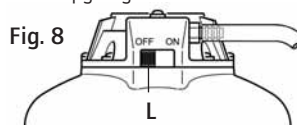

Fig. 8
- By-pass op OFF (Fig. 8-L), de DOSATRON staat uit en de injectievloeistof wordt niet opgezogen.